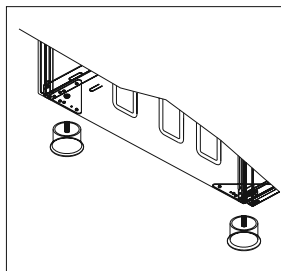

Рис.11
1. Рейка, на которую устанавливаются ножки, прикрепляется к днищу плиты, как показано на (рис.10). Гайки, установленный на рейках предназначены для установки ножек (рис.11). Завершите установку ножек, прикрутив их к гайкам.